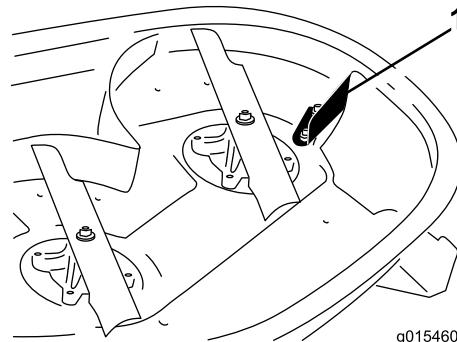

Figura 1
4. Alcuni modelli sono provvisti di deflettore di scarico vicino all'apertura di scarico (Figura 1). Rimuovete il deflettore se installato. Conservate le parti per il successivo utilizzo.